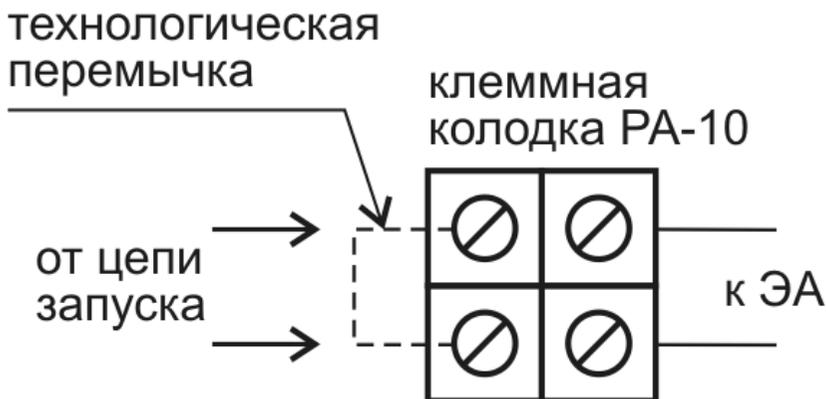

Рис. 3. Схема подключения МПП «Гарант-Д».
5.5. Подсоединить линию пуска к входным контактам клеммника. Схема подключения цепи запуска к МПП «Гарант-D» приведена на рис. 3. При подключении МПП «Гарант-D» полярность значения не имеет.